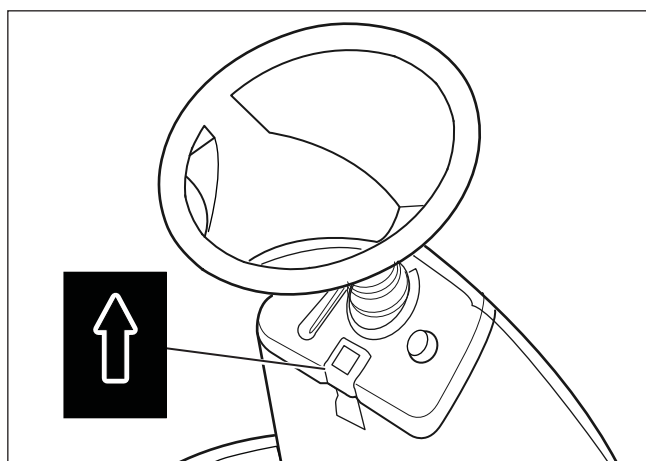

Figura 15
2. Puxe o botão do travão de estacionamento (**Figura 15**).
4. Active o travão de estacionamento (consulte a Figura 15).